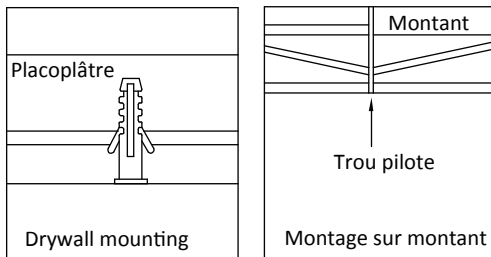

Figure 9
Si les trous de montage sont vis à vis des montants, percer quatre petits trous pilotes en utilisant une mèche de perceuse de 5/32 po (non incluse) pour les vis à bois (CC) dans la surface de montage mais garder un écart de 3/8 po entre la tête de la vis et la surface de montage (Figure 9).